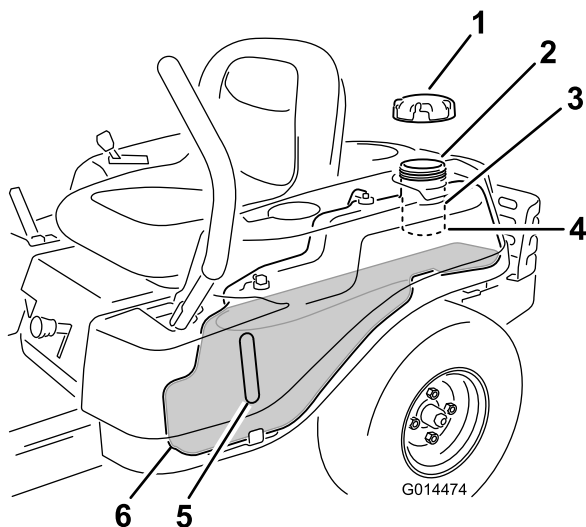

Figura 8
**Nota:** È possibile utilizzare l'indicatore di livello del carburante per controllare la presenza di benzina prima di procedere al riempimento del serbatoio (Figura 8).
2. Aggiungete **lentamente** benzina fino a che il carburante raggiunge la base del bocchettone di riempimento (Figura 8).